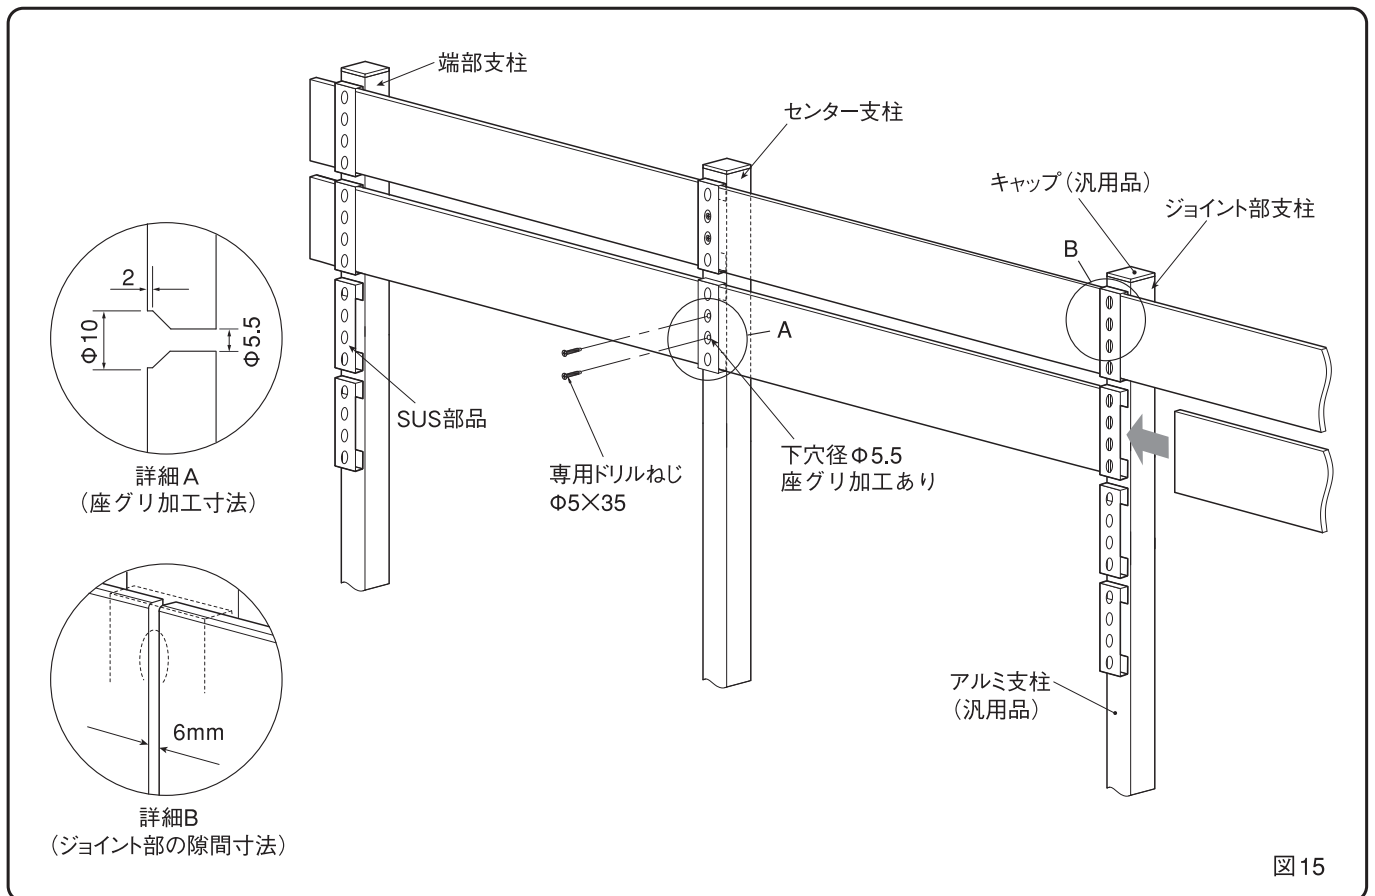

図15
②アルファウッズをSUS部品にスライドさせて差込み、左右片寄りがないように位置調整を行ないます。(図15参照)
③センター支柱に対し図15の位置でアルファウッズを固定します。その際、予めアルファウッドにΦ5.5の下穴をあけるとともにねじ頭が飛び出さない為の座グリを設けます。(ドリルねじを採用していますので、アルミ支柱への下穴は不要です)(図15参照)
- ④ 以下同様の手順で全てのアルファウードを取付けます。その際、隣り合うアルファウードの隙間は必ず6mmあけてください。(図15参照)